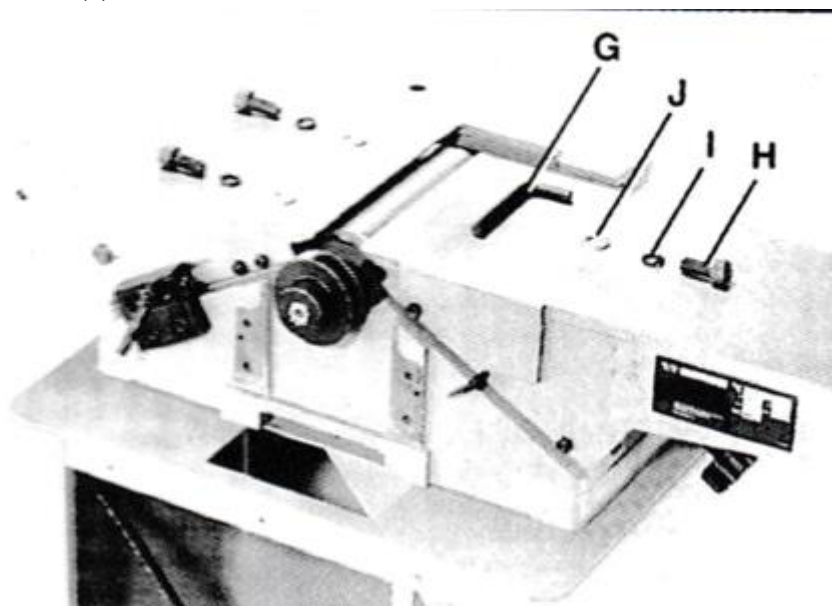

Рис. 5
С помощью поставляемого в комплекте ключа на 8 мм (G) – Рис. 5 прикрутите станок к стойке с помощью винтов 25,4 мм (1") (H), стопорной шайбы (I) и плоских шайб (J).